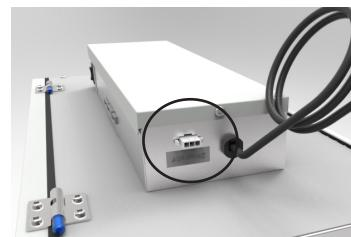

Figure 1
**Si le VRE/VRC est installé de manière à ce que le propriétaire puisse l'éteindre pendant l'hiver, nous recommandons d'installer un volet d'arrêt mécanique entre l'air d'alimentation du VRE/VRC et le conduit d'air de retour du système à air pulsé qui se ferme lorsque le VRE/VRC ne fonctionne pas. Pour installer un volet d'arrêt mécanique sur le produit, localisez le connecteur auxiliaire sur le côté du boîtier électrique (voir Figure 1). À l'aide du faisceau de câbles inclus, connectez l'accessoire au produit.**